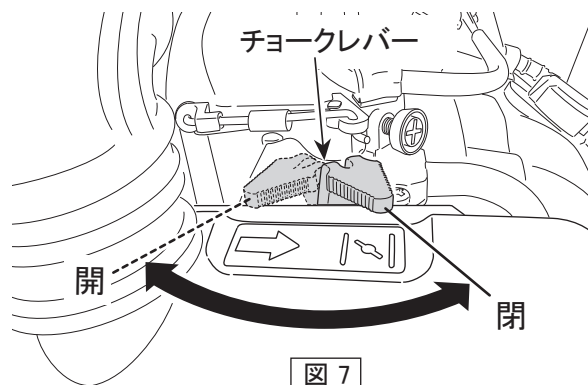

図 7
3. 気化器のチョークレバーを閉じ、调速レバーを停止の位置にします。チョークレバーは寒い時には全閉にしてください。夏季またはエンジンが暖まっている時には半開または全開にしてください。(図7)